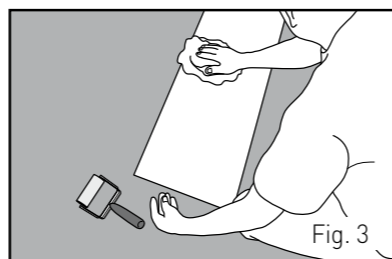

Fig. 3
- Il est important de nettoyer toute la surface lisse du panneau (côté colle) à l'aide d'un chiffon anti-poussière avant chaque collage. [Cf. Fig.3]